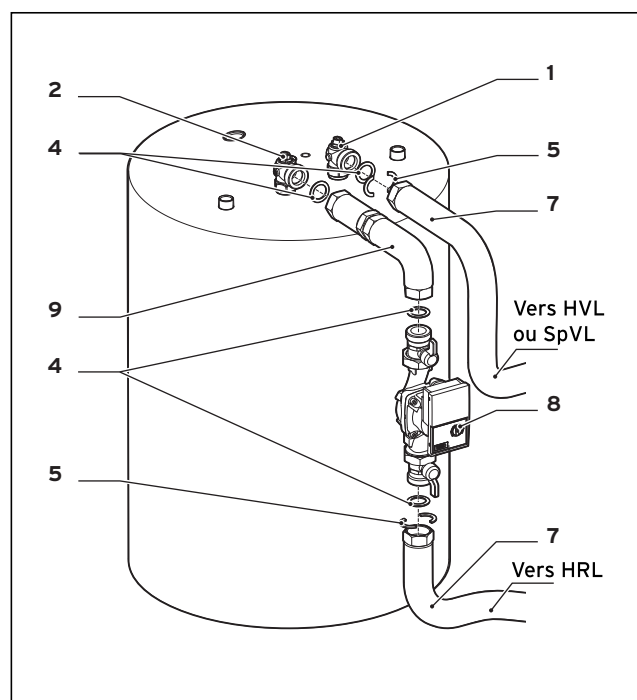

Fig. 6 : Montage du kit de recharge du ballon sur uniSTOR VIH R 120 - 200
- Etanchéiser le coude en laiton (1) sur le départ (VL) et le coude en laiton (2) sur le retour (RL) du ballon avec du chanvre (voir fig. 6 à 8).